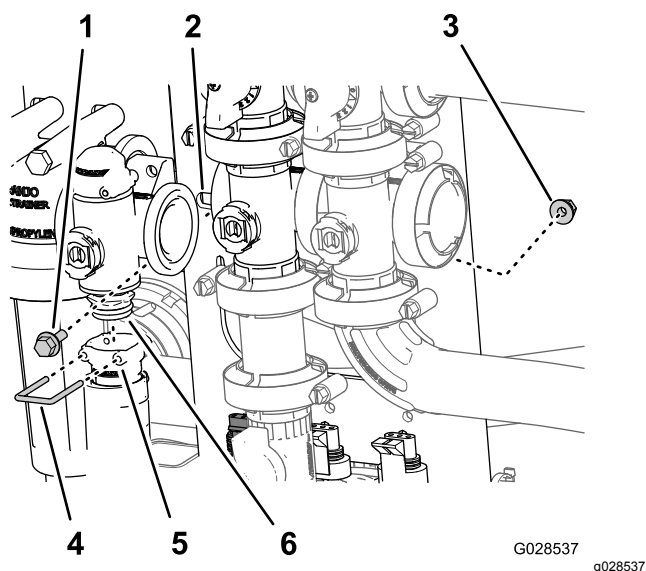

Figure 89
2. Retirez l'étrier qui fixe le raccord de sortie au collecteur du régulateur de débit (Figure 89).
de débit au support, puis déposez le collecteur de la machine (Figure 89).